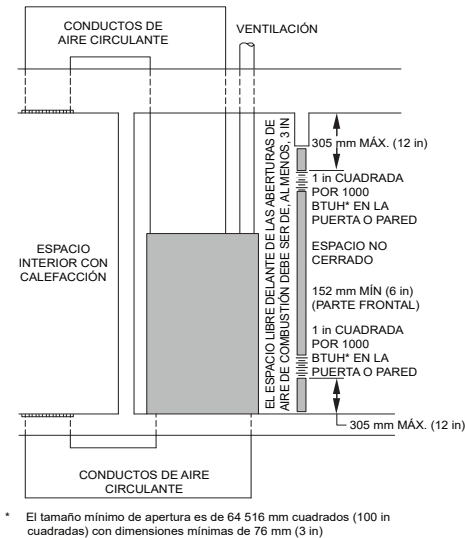

Fig. 7 – Aire para combustión, ventilación y dilución desde interiores
- b. Se trata de espacios combinados en el mismo piso. Cada abertura debe tener un área libre mínima de al menos 1 in2/1000 BTU/h (2000 mm2/kW) de la clasificación de entrada total de todos los dispositivos a gas en el espacio, pero no inferior a 100 in2 (0,06 m2). Una de las aberturas debe comenzar a 300 mm (12 in) como máximo del techo y la otra a 300 mm (12 in) como máximo del piso. La dimensión mínima de la abertura es 80 mm (3 in). Consulte la Fig. 7.